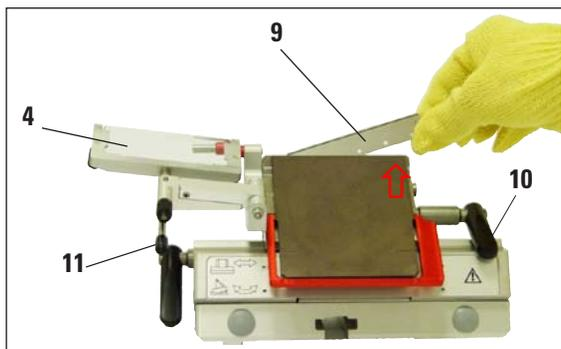

図3
1. アンチロールシステム (4) を左に傾けます。その間レバー (11) を (アンチロールシステムの調整ネジではなく!) を握り、アンチロールシステムの高さが変わらないようにします (図3)。
2. クランプレバー (10) を反時計方向に回して開きます (図3)。
3. 替刃 (9) を上方から、または横 (プレッシャープレートとロープロファイル替刃用インサートの間) から慎重に挿入します。替刃が正しくセンタリングされ、一様に縁に沿っていることを確認します (図3の赤い矢印を参照)。